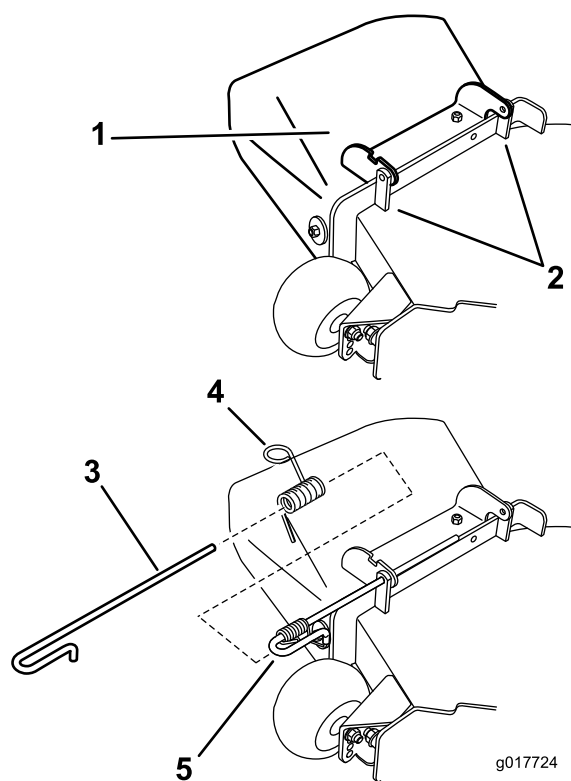

Figura 76
di scarico (Figura 76). Togliete il deflettore di scarico se è danneggiato o consumato.
2. Posizionate il nuovo gruppo deflettore di scarico con le estremità delle staffe collocate tra le staffe saldate al piatto come illustrato nella Figura 76.